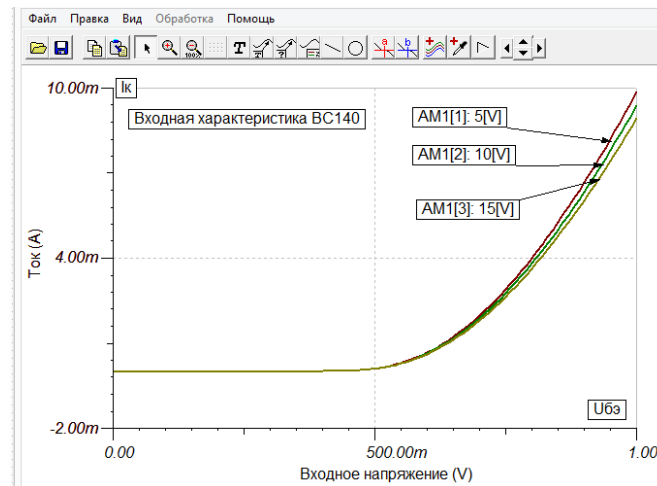

Рисунок 4.11 – Входные вольт-амперные характеристики транзистора
5. Откроется окно результатов (рисунок 4.11) с тремя графиками. Для идентификации графиков выберите *Авто метка* и укажите на интересующий график.